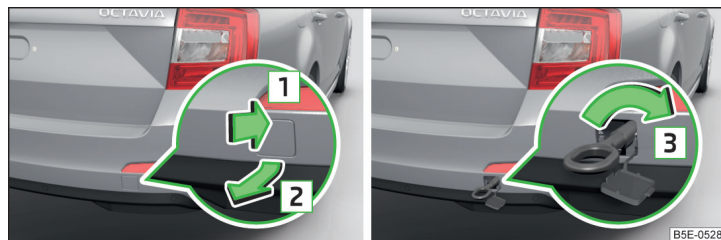
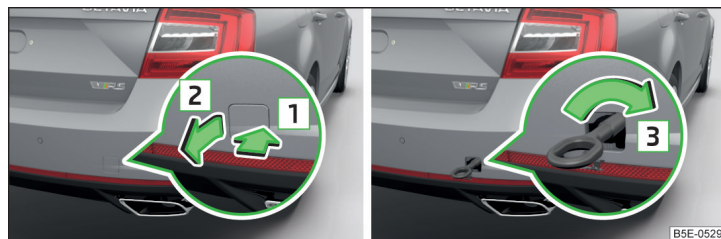

Fig. 217 Scoaterea capacului / montarea cârligului de tractare - varianta 1
Fig. 218 Scoaterea capacului / montarea cârligului de tractare - varianta 2
- Pentru **detașare** apăsați pe capac în sensul săgeții [1] și scoateți-l în sensul săgeții [2] » fig. 217.
- Pentru **montare**, înșurubați manual cârligul de tractare, în sensul săgeții [3] » fig. 217, respectiv » fig. 218, până la limită » !.